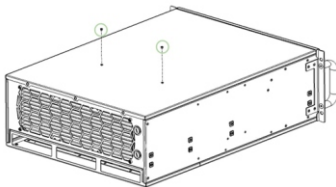

Рисунок 11 – Извлечение винтов фиксации верхней крышки с корпусом
– открутите шестигранным ключом s2 два винта M3 с потайной головкой, фиксирующих верхнюю панель (рисунок 11);